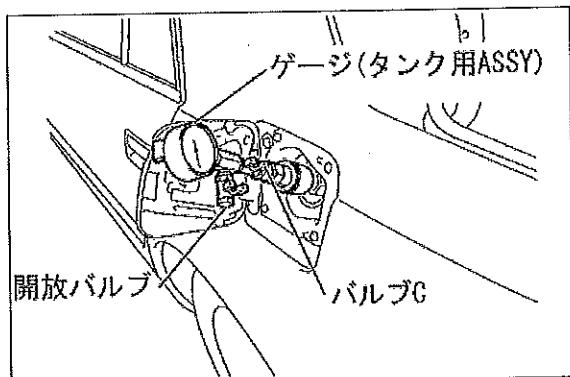

図4
- ゲージ(タンク用 ASSY)を給油口に接続する。(図4参照)
あることを確認する。(図4参照)